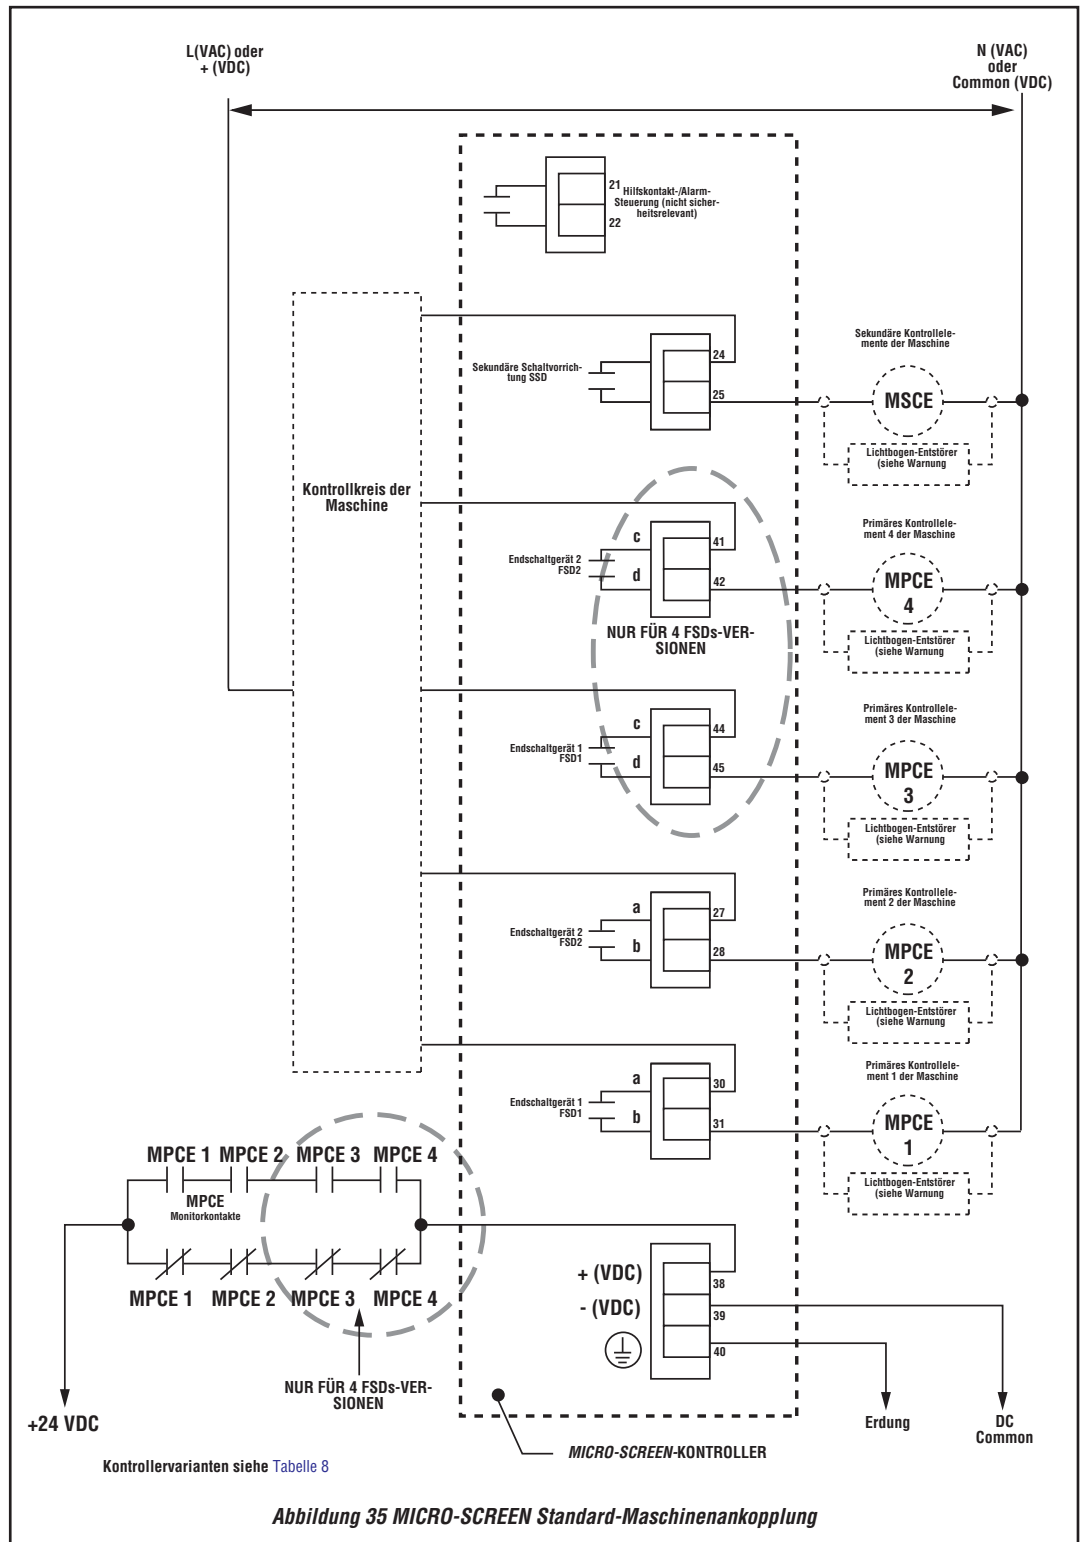

Abbildung 35 MICRO-SCREEN Standard-Maschinenanokplung
☞ Normalerweise erfolgt die Stromversorgung des Controllers über die MPCE-Monitorkontakte der überwachten Maschine gemäß Abbildung 35. In diesem Stadium schließen Sie **die MPCEs nicht an**.
WERDEN LICHTBOGEN-ENTSTÖRER ZUM KONTAKTSCHUTZ VERWENDET, MÜSSEN DIESE ÜBER DEN SPULEN DER MASCHINENSTEUERELEMENTE INSTALLIERT WERDEN (WIE ABGEBILDET IN **Abbildung 35**). INSTALLIEREN SIE LICHTBOGEN-ENTSTÖRER NIEMALS DIREKT ÜBER DEN KONTAKTEN DER MICRO-SCREEN-SCHALTGERÄTE! DIE ENTSTÖRER KÖNNEN KURZSCHLIEßEN. FALLS SIE DIREKT ÜBER DEN KONTAKTEN EINER MICRO-SCREEN-SCHALTVORRICHTUNG INSTALLIERT SIND, KANN EIN KURZGESCHLOSSENER ENTSTÖRER EINEN UNSICHEREN ZUSTAND ERZEUGEN, DER ZU SCHWEREN VERLETZUNGEN ODER ZUM TOD FÜHREN KANN. PRÜFEN SIE VOR DEM BETRIEB DER MASCHINE/ANLAGE, OB DIE LICHTBOGEN-ENTSTÖRER KORREKT EINGEBAUT SIND
Es wird nachdrücklich empfohlen, jeweils einen Öffner- und einen Schließerhilfskontakt von jedem primären Kontrollelement als MPCE-Monitorkontakt (wie in **Abbildung 35** gezeigt) zu verdrahten. Dadurch wird bei einer Handlungsinkonsistenz zwischen den primären Kontrollelementen der Strom zum MICRO-SCREEN-System unterbrochen und ein Sperrzustand generiert. Die Benutzung von MPCE-Hilfskontakten als MPCE-Monitorkontakte ist für die Erhaltung der Redundanz erforderlich. Die für diesen Zweck zu verwendenden MPCE-Hilfskontakte müssen mindestens 55 VA aufweisen. Um die Redundanz zu erhalten müssen die MPCE-Monitorkontakte gemäß **Abschnitt 4.3.6** und **Abbildung 35** verdrahtet werden.
**Das FSD1 Ausgangsrelais** wird mit dem primären Kontrollelement 1 (MPCE 1) der überwachten Maschine verbunden. Das MPCE 1 ist ein elektrisch betriebenes Element der überwachten Maschine, das den Maschinenbetrieb und die Bewegung steuert. Das primäre Kontrollelement reagiert zeitlich gesehen zuletzt, wenn eine Maschinenbewegung initiiert oder gesperrt wird. Der Ausgangskontakt des FSD1-Relais muss entsprechend **Abbildung 35** angeschlossen werden, um die Spannungsversorgung des primären Kontrollelements 1 der Maschine zu steuern. Das maximale Schaltvermögen des FSD1 Relais beträgt 250 VAC, 4 A (ohmsche Last).
Maschinenbewegung initiiert oder gesperrt wird. Der Ausgangskontakt des *FSD2* Relais muss entsprechend Abbildung 35 angeschlossen werden, um die Spannungsversorgung des primären Kontrollelements 2 der Maschine zu steuern. Das maximale Schaltvermögen des *FSD2* Relais beträgt 250 VAC, 4 A (ohmsche Last). Zusätzliche *FSD1* und *FSD2* Relais sind bei einigen Controllern vorhanden.
Das Ausgangsrelais *SSD* (sekundären Schaltvorrichtung) wird am sekundären Kontrollelement der überwachten Maschine *MSCE* angeschlossen. Das *MSCE* ist ein elektrisch betriebenes Element der überwachten Maschine (unabhängig von den *MPC-Es*), das in der Lage ist, den Strom zum Primärtrieb der gefährbringenden Teile der Maschine im Notfall zu unterbrechen. Die Ausgangskontakte des *SSD*-Relais müssen an das sekundäre Kontrollelement der Maschine gemäß (Abbildung 35) so angeschlossen werden, so dass bei einem Sperrzustand die Bewegungskraft der Maschine unterbrochen wird. Die Schaltkapazität des *SSD*-Relais beträgt max. 250 VAC, 4 A max. (ohmsche Last). Abbildung 35 zeigt den Standardanschluss der Ausgangsrelais. Die Anschlüsse zwischen den Ausgängen des *MICRO-SCREEN*-Systems und den primären und sekundären Maschinenkontrollelementen müssen direkt und so angeordnet sein, dass einzelne Leitungs- oder Erdungsfehler nicht zu einem Stromausfall und somit zu einem potentiell gefährlichen Zustand führen.
- 1) Die Ausgangsrelais unter Beachtung von Abbildung 32, Abbildung 35 und dem elektrischen Schaltbild der überwachten Maschine anschließen.
- 1) Schließen Sie die Ausgangsrelais gemäß Abbildung 33, Abbildung 35 und dem elektrischen Anschlussbild der überwachten Maschine an.